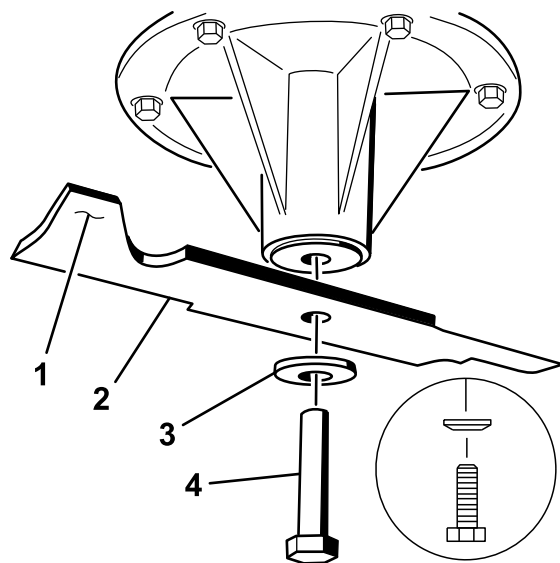

Рисунок 80
2. Установите нож на шпindel (Рисунок 80).
3. Установите изогнутую шайбу и болт ножа (Рисунок 80).
**Примечание:** Изогнутую шайбу необходимо установить так, чтобы ее конусная часть была обращена к головке болта (Рисунок 80).